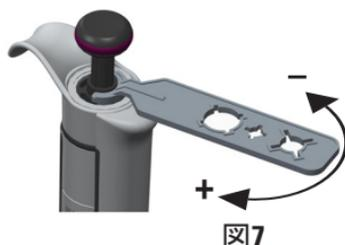

図7
1. サービスツールを(図7)、ハンドル上端にあるキャリブレーションナットの開口部に差し込みます。